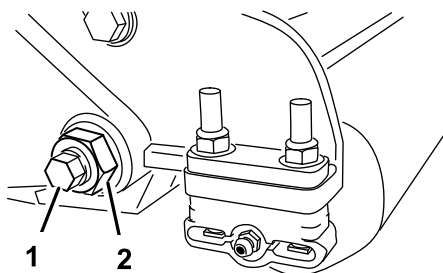
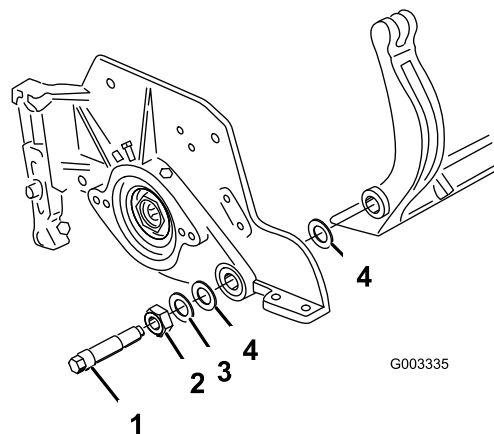

Figura 26
Figura 27
3. En cada lado de la máquina, afloje la contratuerca que fija el perno de la barra de asiento (Figura 26).
(Figura 26). Guarde las 2 arandelas de nylon y la arandela de acero troquelado de cada extremo de la barra de asiento (Figura 27).
2. Fije la barra de asiento a cada chapa lateral con los pernos de la barra (con tuercas en los pernos) y las 6 arandelas. Debe colocarse una arandela de nylon en cada lado del saliente de la chapa lateral. Coloque una arandela de acero por fuera de cada arandela de nylon (Figura 27). Apriete los pernos de la barra de asiento a 37–45 Nm. Apriete las contratuercas hasta que la arandela de acero exterior deje de girar, y la holgura quede eliminada, pero no apriete demasiado ni desvíe las chapas laterales. Las arandelas del interior pueden tener cierta holgura.